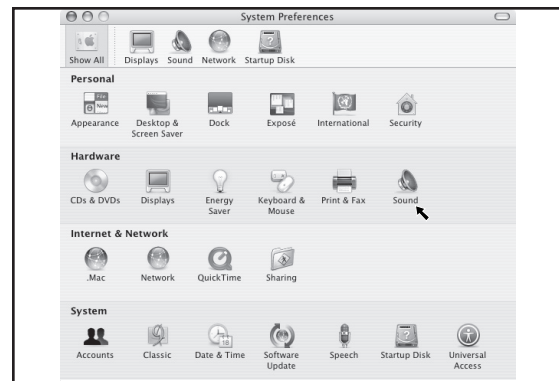

Figure 9
3. Ouvrez ensuite les préférences Son (Figure 9).